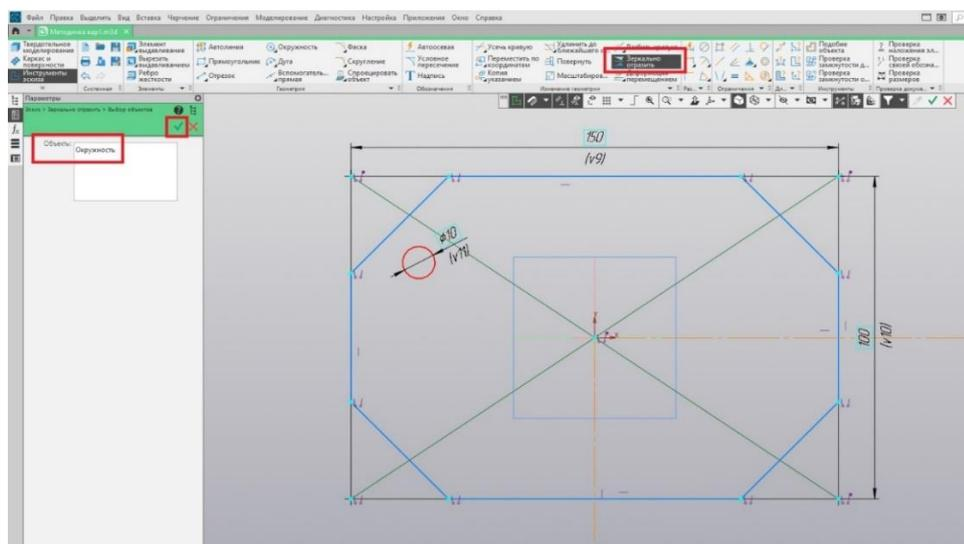

Рис. 10
6. Симметрично отображаем окружности относительно осевых линий при помощи команды «Зеркально отразить». Для этого нажимаем пиктограмму «Зеркально отразить», затем нажатием левой клавиши мыши выбираем окружность, подтверждаем выбор зелёной галочкой и щёлкаем на ось, относительно которой выполняем отражение (рис. 10).